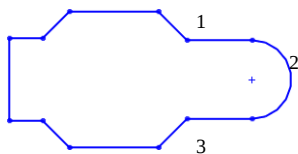

图 2-137 伸展前的草图
- 01 打开素材“第2章\2-38 伸展草图实体.prt”文件，如图 2-137 所示。